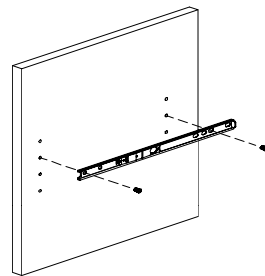

FIG. 2
Installer les glissières du membre interne sur les côtés des panneaux à l'endroit désiré en utilisant les (4) vis M6 x 6 mm si installation avec les trous de 32 mm du système ou utiliser les (4) vis #8-32 x 1/2 po pour les autres applications (voir Figure 2).